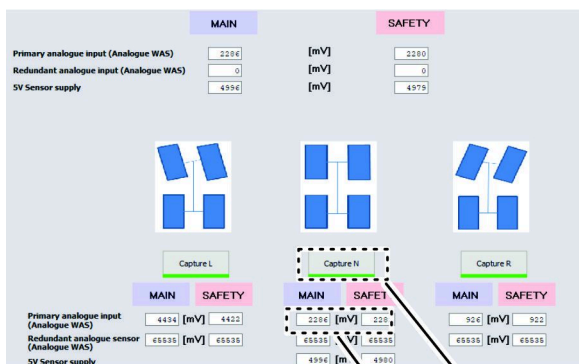

図 150
8. キャプチャーNアイコンをクリックします (図 150)。